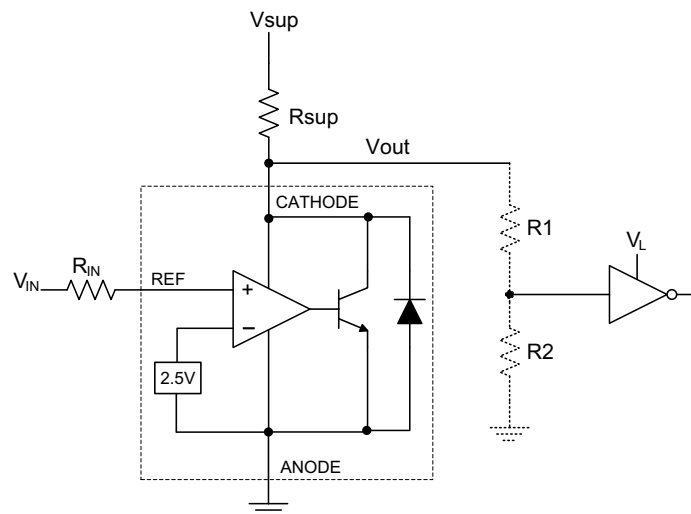
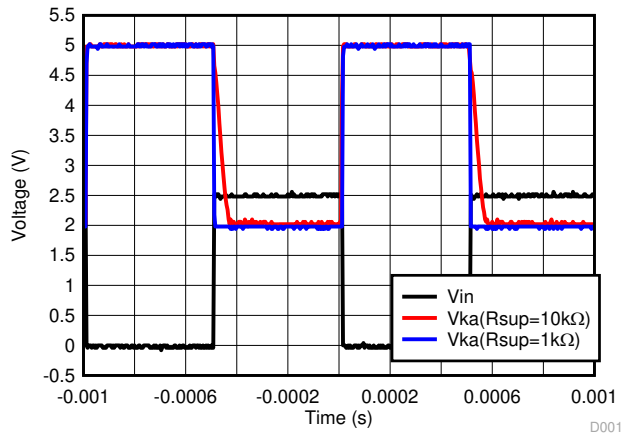

图 10-1. 比较器应用原理图
图 10-2. 各种阴极电流情况下的输出响应
当 TL43xx 的阴极/输出电压或电流未以任何形式馈送回基准/输入引脚时，该器件便是处于开环状态。在向该器件施加合适的阴极电流 ( $I_{KA}$ ) 后，TL43xx 将会具有图 10-2 中所示的特性。这种配置具有如此高的增益，因此 TL43xx 通常用作比较器。TL43xx 具有集成的内部基准，因此，当用户想要监控单个信号的某个电平时，该器件便成为了他们的理想选择。
在图 10-1 所示的配置中，TL431 将作为比较器，将 VREF 引脚电压与内部虚拟基准电压进行比较。在获得合适的阴极电流 (IK) 时，TL43xx 将具有足够的开环增益来提供快速响应。图 10-2 展示了这种情况，其中 RSUP=10k $\Omega$  (IKA=500 $\mu$ A) 的情况要比 RSUP=1k $\Omega$  (IKA=5mA) 时的响应速度慢得多。在 Imin 附近及以下运行可能会导致增益较低，从而导致响应速度缓慢。
如图 10-2 中所示，TL431 在开环/比较器模式下的输出低电平电压大约为 2V，这通常已经足够支持 5V 的供应逻辑。但却无法支持 3.3V 和 1.8V 的供应逻辑。为了适应这种情况，可以在输出端连接一个电阻分压器，以将输出电压衰减到方便低电压逻辑接收器件读取的电压。
当在输出端上使用电阻分压器时，务必要使电阻分压器（图 10-1 中的 R1 和 R2）的和远高于  $R_{SUP}$ ，以免影响 TL431 在关闭时将电压拉近至  $V_{SUP}$  的能力。